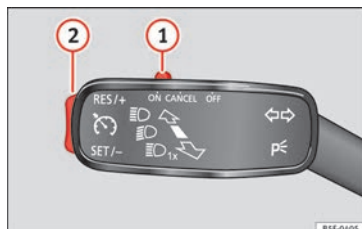

Fig. 32 Voir emplacement sur la Fig. 3
• Connecter le GRA : déplacez le contacteur » fig. 32 ① sur **ON**. Le système s'allume. Étant donné qu'aucune vitesse n'a été programmée, le système ne règle pas la vitesse.
• Activer le GRA : appuyez sur le bouton » fig. 32 ② dans la zone **SET/-**. La vitesse fixée est alors mémorisée et maintenue.
• Déconnecter le GRA temporairement : déplacez le contacteur » fig. 32 ① sur **CANCEL** ou appuyez sur la pédale de frein. Le réglage est désactivé temporairement.
• Reconnecter le GRA : appuyez sur le bouton » fig. 32 ② sur **RES/+**. La vitesse mémorisée sera de nouveau enregistrée et régulée.
• Augmenter la vitesse programmée pendant le réglage du GRA : appuyez sur le bouton ② sur **RES/+**. Le véhicule accélère jusqu'à la nouvelle vitesse enregistrée.
• Réduire la vitesse programmée pendant le réglage du GRA : appuyez sur le bouton ② sur **SET/-** pour réduire 1 km/h (1 mph). La vitesse est réduite jusqu'à atteindre la nouvelle vitesse enregistrée.
• Déconnexion du GRA : déplacez le contacteur » fig. 32 ① sur **OFF**. La vitesse mémorisée est effacée et le système est déconnecté.